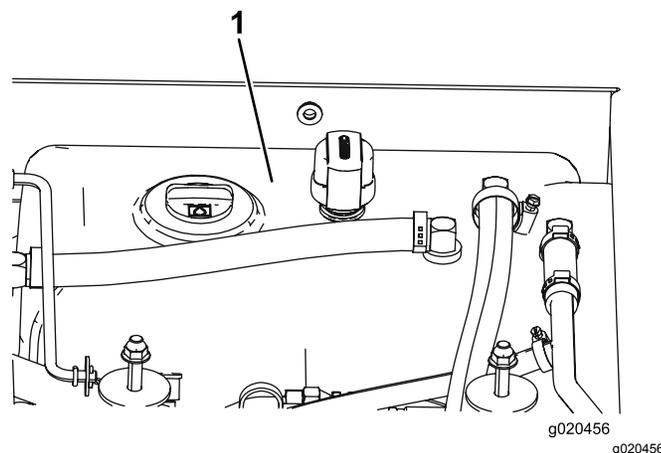

Рисунок 72
3. Заполните бак (Рисунок 72) гидравлической жидкостью; см. раздел «Проверка гидравлической жидкости».